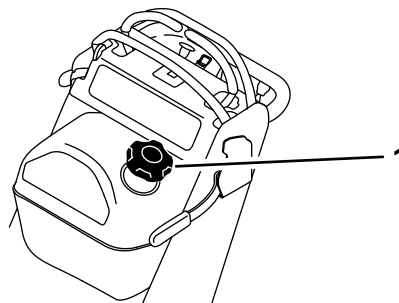

Figura 39
3. Limpe a zona em redor da tampa do depósito de combustível para impedir a entrada de detritos no depósito de combustível (Figura 39).
6. Utilizando uma bomba sifão, drene o combustível para uma lata de combustível limpa (Figura 39).